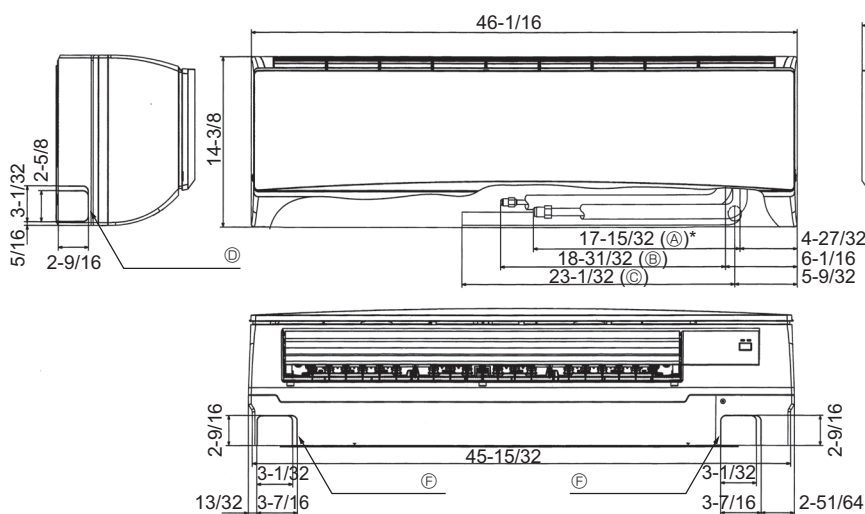
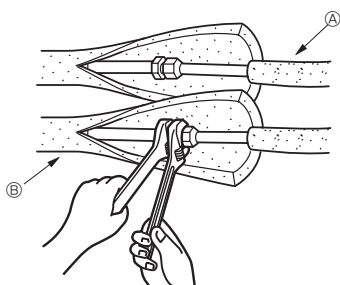

Fig. 4-2
Fig. 4-3
4.3. Mise en place des tuyaux de réfrigérant et d'écoulement (Fig. 4-2)
- Ⓖ Planche d'installation ①
4.4. Travaux pour l'installation des tuyaux de réfrigérant (Fig. 4-3)